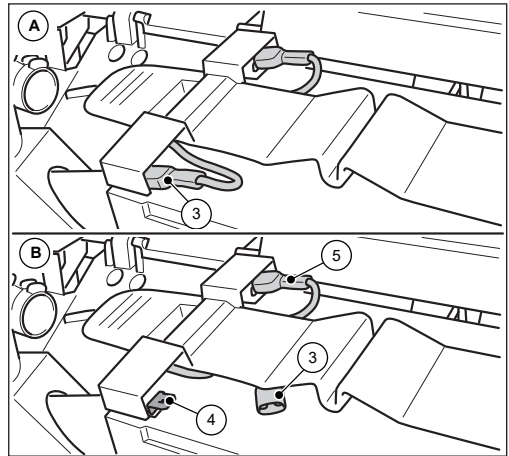

Fig. 24: Distacco del cavo di collegamento della batteria
3. Staccare il cavo di collegamento della batteria blu (3) dalla linguetta di collegamento (4) della batteria.
- » Accertarsi che il cavo di collegamento della batteria blu (3) non possa realizzare un contatto indesiderato con la linguetta di collegamento (4) a causa di fattori esterni quali ad esempio il movimento dell'apparecchio (vedere Fig. 24, Figura B).
- » Il cavo di collegamento della batteria rosso (5) rimane collegato.
4. Chiudere la calotta (2) e bloccarla con le linguette (1).